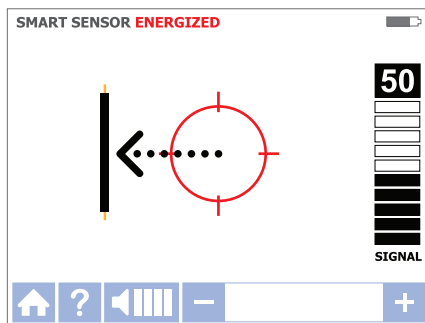

Figura 3.1d
4. Mueva el receptor en la dirección indicada por la flecha que aparece en la pantalla (consulte la Figura 3.1d).